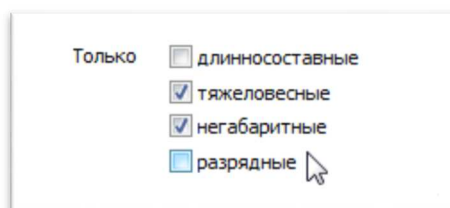

Рис.55. Отбор отображаемых ниток: отбираем только тяжеловесные и негабаритные
10. Для установки/снятия отображения нитей длинносоставных, тяжеловесных, негабаритных, разрядных поездов установить/снять соответствующие галочки (см. рис.55).